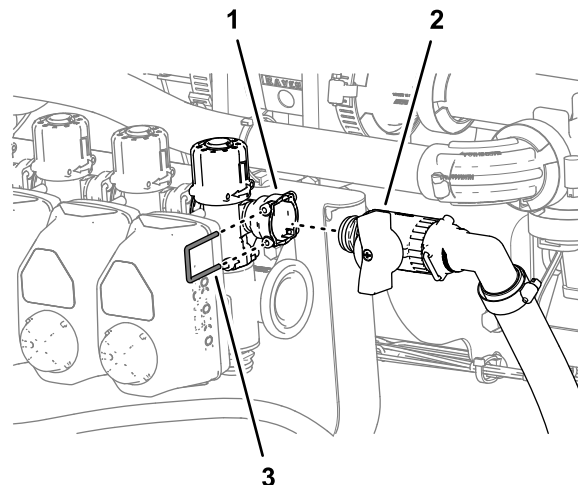

Bild 114
1. Befestigen Sie das Schnelltrennanschlussstück des Sicherheitsabstellventils mit dem Schnelltrennanschlussstück (Buchse) des Sicherheitsventils (Bild 114).
2. Befestigen Sie die Schnelltrennanschlussstücke für das Sicherheitsabstellventil und das Sicherheitsventil mit dem Halter (Bild 114), den Sie in Schritt 3 in [Positionieren der Sicherheitsventile: Maschinen mit dem optionalen Handsprühstab oder der optionalen elektrischen Schlauchtrommel](#) (Seite 49) entfernt haben.